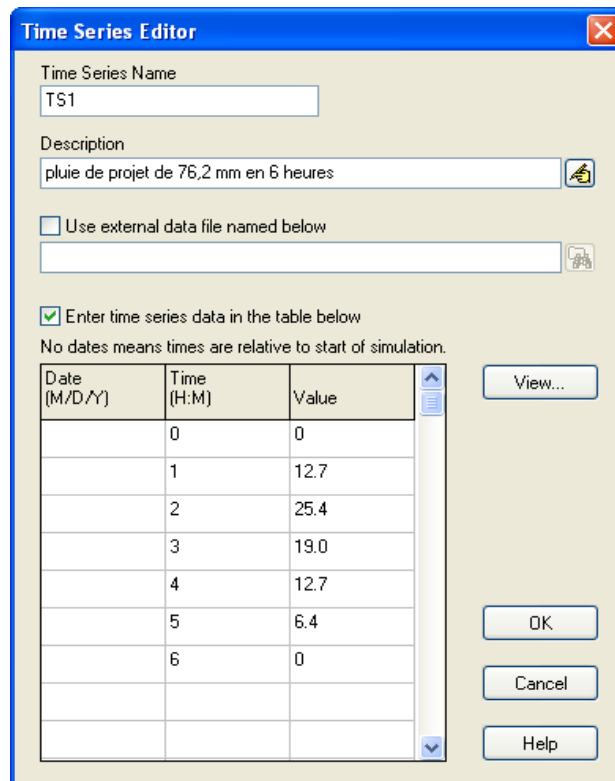

Figure 6: Editeur de séries temporelles (Time Series)
(cf. figure 6)
- 4- Entrer les valeurs figurant sur la figure 6 dans les colonnes "**Time**" et "**Value**".